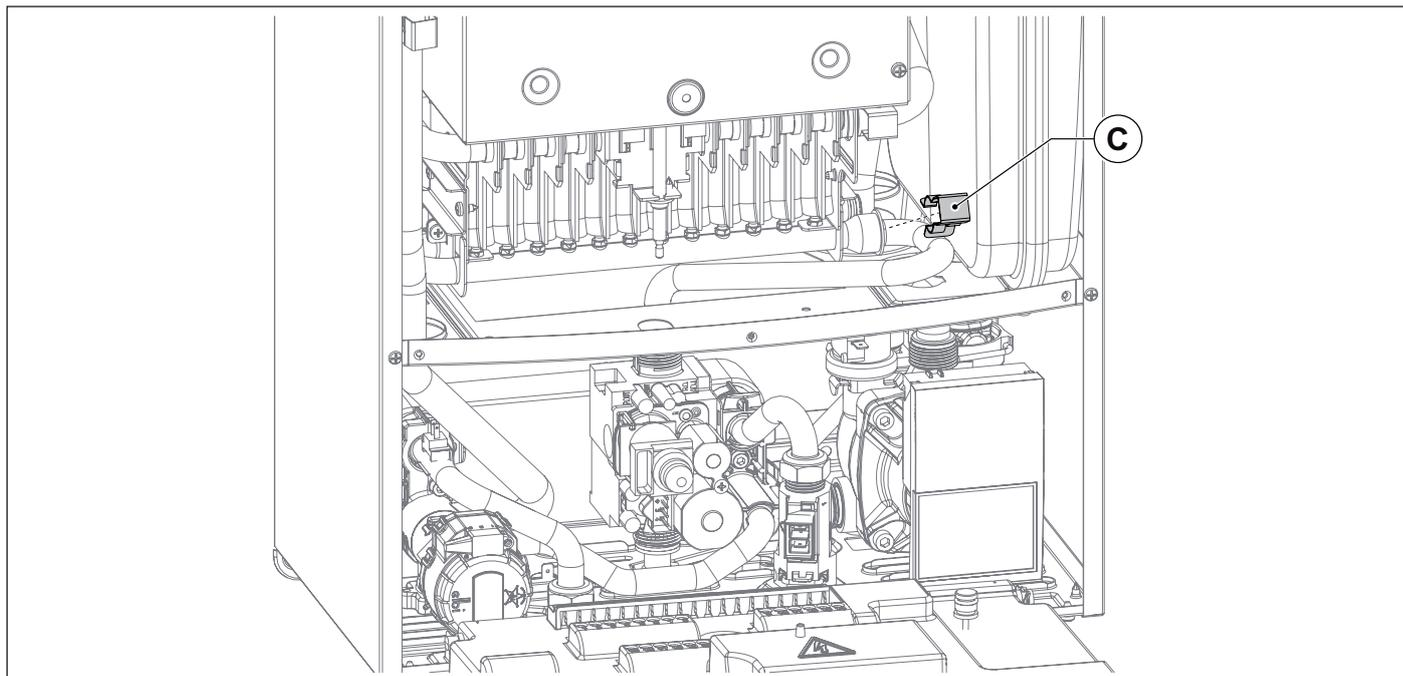

Fig. 14 Molla di connessione rapida
- Rimuovere la molla di connessione rapida **C** che fissa il tubo del gas al collettore del bruciatore (vedi Fig. 14 Molla di connessione rapida).